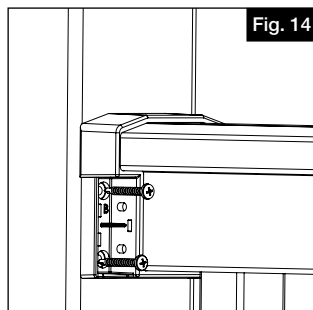

Fig. 14
- iii. Apriete los tornillos hasta que el soporte quede ajustado al poste. Recomendamos el uso de un taladro sin impacto con un ajuste de embrague para evitar un apriete excesivo (Fig. 14).